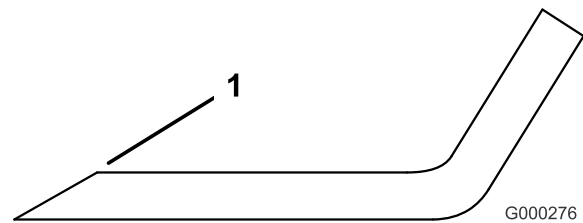

Figura 87
- Examine as partes cortantes de todas as lâminas. Afie as extremidades de corte se estas apresentarem sinais de desgaste ou ranhuras. Afie apenas a zona superior da parte cortante e mantenha o ângulo de corte original para garantir um desempenho eficaz da lâmina (Figura 87). A lâmina mantém o equilíbrio se for retirada a mesma quantidade de metal de ambas as partes cortantes.